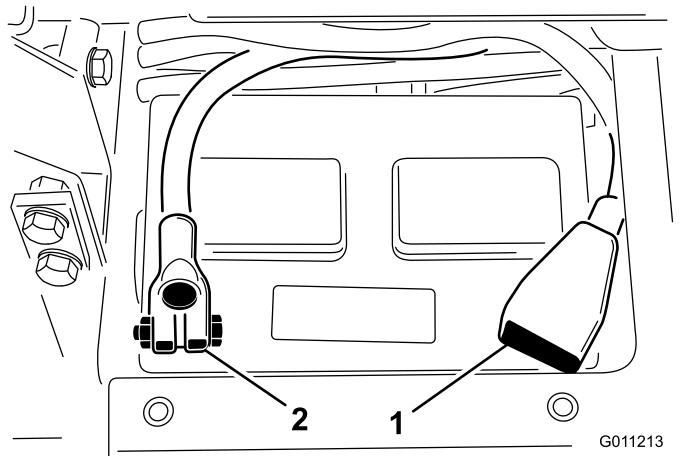

Figura 5
- Conecte el cable positivo (rojo) al borne positivo (+) de la batería, y sujételos con un perno de cabeza cuadrada y una tuerca (Figura 5).
- Conecte el cable negativo (negro) al borne negativo (-) de la batería, y sujételos con perno de cabeza cuadrada y una tuerca (Figura 5).